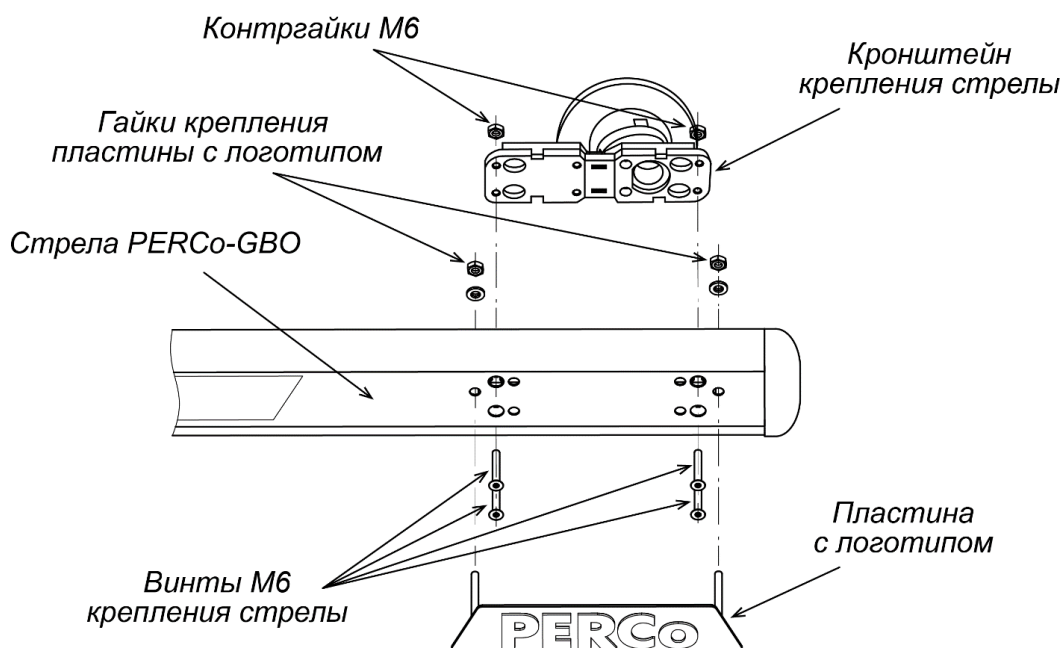
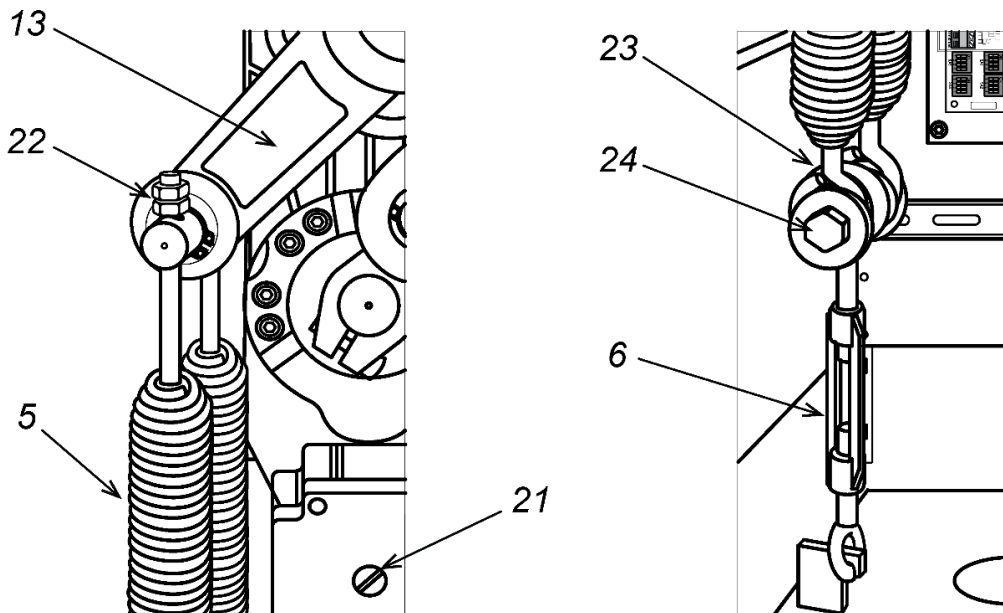

Рисунок 13. Монтаж стрелы PERCo-GBO
Рисунок 15. Установка балансировочных пружин
Снятие или установку стрелы производите при снятых балансировочных пружинах (см. разд. 8.5.6). Переведите кронштейн крепления стрелы в горизонтальное положение, для чего шлицевой отвёрткой вращайте винт разблокировки привода (21) по часовой стрелке до упора (см. рис. 15). При помощи четырех потайных винтов М6 установите стрелу на кронштейн крепления стрелы шлагбаума (**используйте динамометрический ключ, момент затяжки – не более 1 Нм**), после чего вставьте декоративную пластину с логотипом в отверстия стрелы и зафиксируйте ее гайками (см. рис. 13).
Снятие или установку стрелы производите при снятых балансировочных пружинах (см. разд. 8.5.6). Переведите кронштейн крепления стрелы в горизонтальное положение, для чего шлицевой отвёрткой вращайте винт разблокировки привода (21) по часовой стрелке до упора (см. рис. 15). Установите при помощи четырех винтов М6 переходную пластину на кронштейн крепления стрелы (**используйте динамометрический ключ, момент затяжки – не более 1 Нм**), затяните контргайки.
1. Снимите дверцу (2), открыв замок ключом.
2. На приводе стрелы переведите рычаг (13) в нижнее положение (см. рис. 15).
5. Также регулировать натяжение пружин можно при помощи гаек (22) на верхних шпильках пружин (см. рис. 15), при этом над гайками у обеих пружин должно быть примерно одинаковое количество витков резьбы, но не менее 3-5 витков.